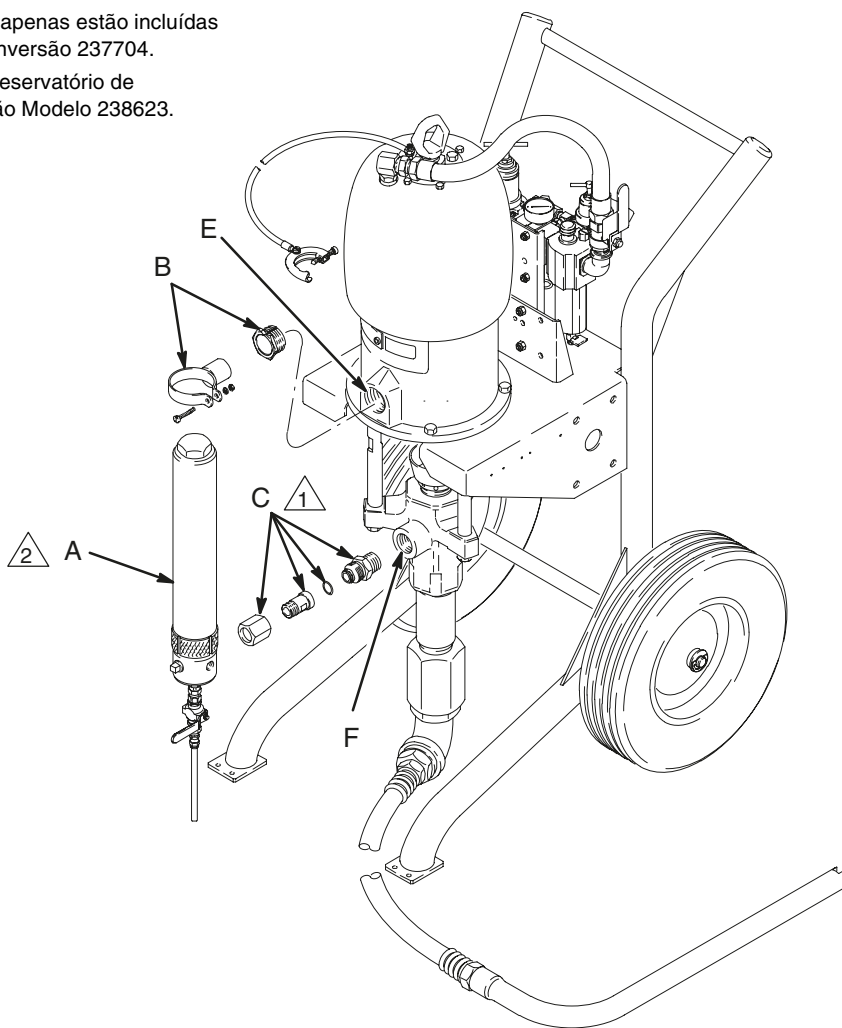

Fig. 2
Ligue o reservatório de compensação à saída de líquido (F) da base de bomba e instale o grampo na saída opcional (E) na base do motor pneumático. Consulte a Fig. 2.